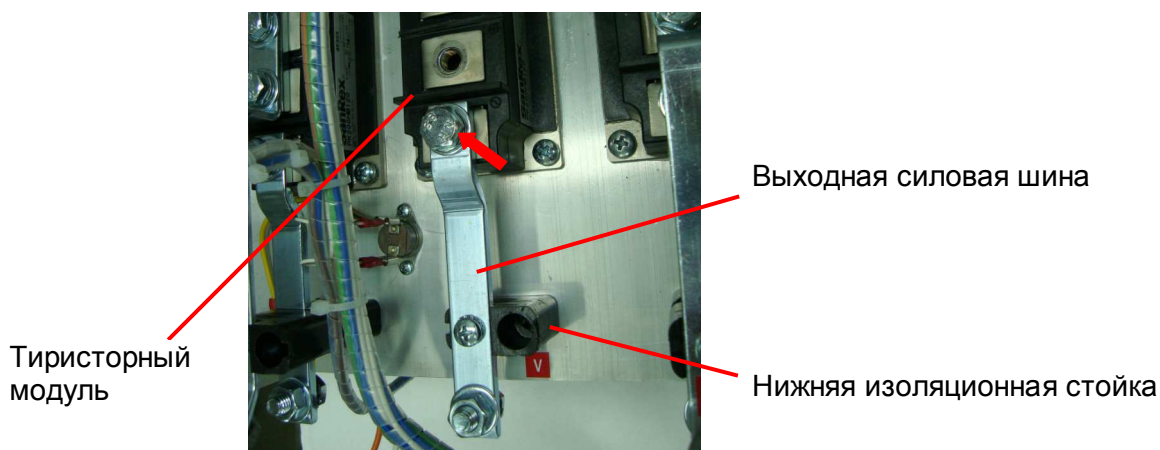

Рис. 7.5
7.1.7. Установить выходную силовую шину с нижней изоляционной стойкой, как показано на рис. 7.5.
7.1.8. Вкрутить болт в тиристорный модуль, не затягивая его (рис. 7.5, красная стрелка).